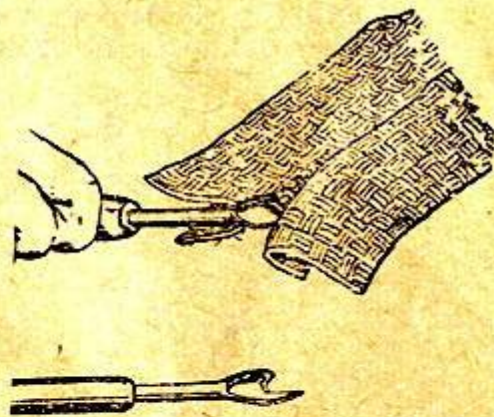

Рис. 42.
Нож, изображенный на рис. 42, служит для быстрого распарывания неправильно прошитых швов. Он может служить также для прорезки материала под петли для пуговиц при ручном изготовлении таких петель в домашних условиях.
9. Наконеч, осторожно ножом для распарывания шва (рис. 42) прорезают петлю точно в середине между двумя строчками.